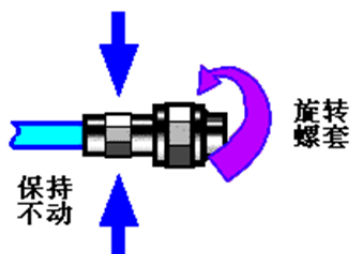

图 3.4 连接方法
- 步骤 2.** 如图 3.4, 将两个连接器平直地移到一起, 使它们能平滑接合, 旋转连接器的螺套 (注意不是旋转连接器本身) 直至拧紧, 连接过程中连接器间不能有相对的旋转运动。